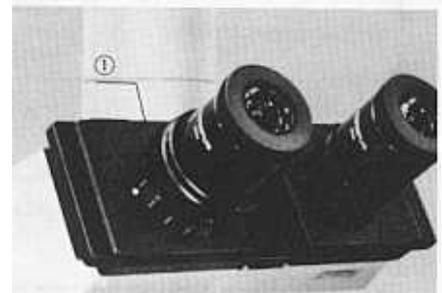

Abb. 12
Sehen Sie mit dem rechten Auge in das rechte Okular und stellen das Präparat mit dem Feintrieb scharf ein. Jetzt schauen Sie mit dem linken Auge durch das linke Okular und stellen das Präparat mit dem Dioptrienausgleichsring (1) scharf ohne den Grob- oder Feintrieb zu betätigen. (Abb.12)